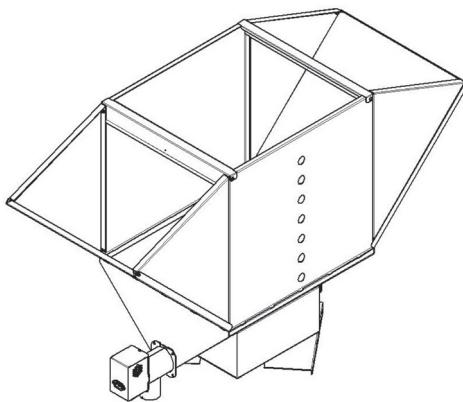

Рисунок 4 - Бункер
- Бункер котельный (рис. 4), конструкция которого подразумевает его установку непосредственно на котёл.